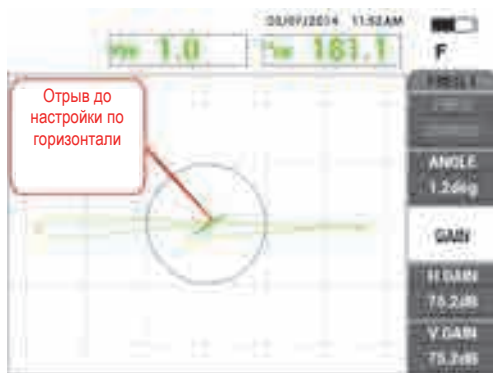

Рис. 5-55 Сканирование центральной риски
5. Просканируйте только центральную риску, затем нажмите клавишу FREEZE () [см. Рис. 5-55 на стр. 170].